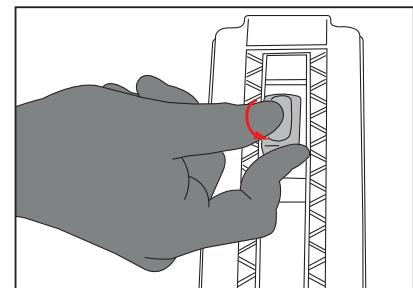

Figura 3.3
- Para plegar el andador o ajustar su altura debe girar el botón rectangular  $90^{\circ}$  en el sentido opuesto a las agujas del reloj y luego presionarlo. Baje el andador hacia la altura deseada y luego suelte el botón. **Ver Figura 3.3.**